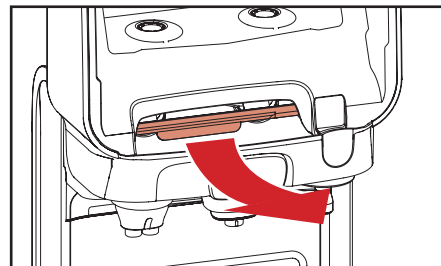

Fig. 5.8 - Trek aan rode hendel
- a. Trek aan de rode hendel op het uitgiftegedeelte te openen (fig. 5.8).